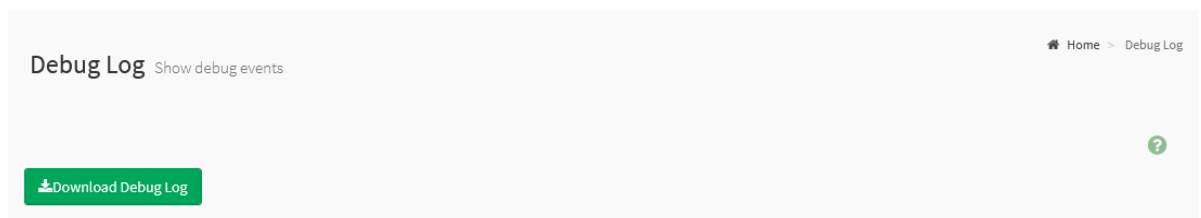

Рис. 77. Окно «Debug Log»
- 7) Пройдите во вкладку «Logs & Reports» → «Debug Log» предоставляет функцию загрузки файла журнала отладки, которая позволяет пользователям загружать все журналы отладки, хранящиеся в системе BMC, и диагностировать состояние системы BMC. Кнопка «Download Debug Log» позволяет выгрузить журнал отладки. Окно показано на рис. 77 Окно «Debug Log»